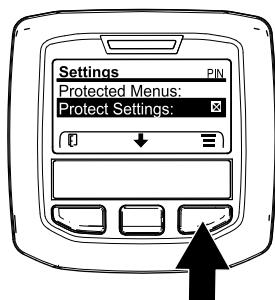

Figura 26
1. A partir do menu PRINCIPAL, utilize o botão central para ir até ao menu de DEFINIÇÕES e prima o botão direito (Figura 26).